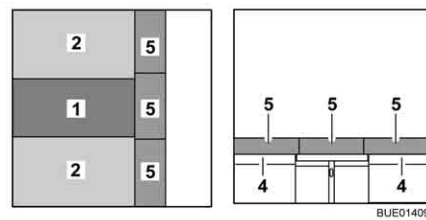

Fig. 117 Después de la transformación
- Colocar el cojín adicional de tres piezas (Fig. 117,5) sobre la prolongación del armazón de cama (Fig. 117,4).